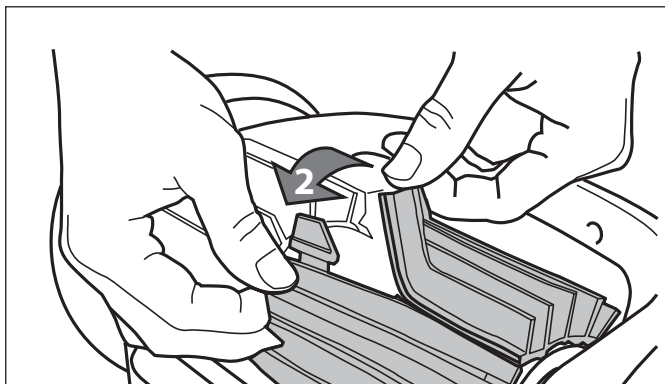

Figure 27. Enlever les onglets de la brosse
- Séparez les bords de la brosse et défaites les onglets (Figure 27). Enlevez les brosses usés.